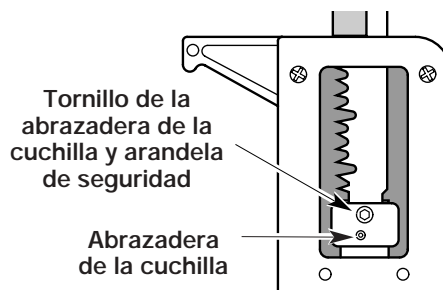

Fig. 15
- cada una (1) hora (acumulativa) de tiempo real de corte.
2. Saque el tornillo de la abrazadera de la cuchilla, la arandela de seguridad y la abrazadera de la cuchilla (Fig. 15).